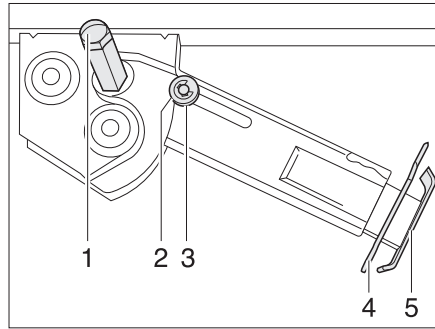

Fig. 38 Apoyo de elevación
- Colocar la llave de vaso en el hexágono (Fig. 38,1) y girarla hasta que el apoyo de elevación quede verticalmente hacia abajo.
- Extraer la clavija hendida (Fig. 38,4) de la prolongación del pie de apoyo (Fig. 38,5).
- Colocar la llave de vaso en el hexágono (Fig. 38,1) y girarla hasta que el apoyo de elevación esté de nuevo libre del suelo.
- Introducir totalmente la prolongación del pie de apoyo (Fig. 38,5) e introducir la clavija hendida (Fig. 38,4) en el orificio previsto para ello que hay en la prolongación del pie de apoyo.
- Girar con la llave de vaso en el hexágono (Fig. 38,1) hasta que el apoyo de elevación bascule hacia arriba y la arandela de guía (Fig. 38,3) esté totalmente introducida en la entalladura (Fig. 38,2).